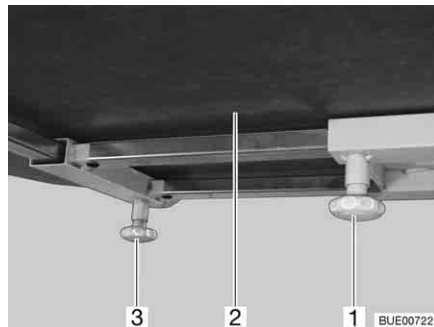

Bild 100 Fast bord
- Lossa den räfflade skruven (Bild 100,1).
- Förskjut bordsskivan (Bild 100,2) till önskad position.
- Lossa den räfflade skruven (Bild 100,3).